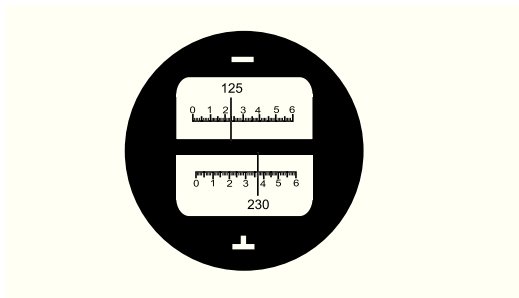

Рис.5
После регулировки освещенности шкал кругов, добейтесь при помощи винта фокусировки отсчетного микроскопа (14) четкого изображения шкал, как показано на Рис.5. Символы **—** и **└** на шкалах указывают на их принадлежность к горизонтальному и вертикальному кругам соответственно. В верхней и нижней части шкал Вы увидите целое число градусов. Шкалы разбиты на 60 делений. Каждое деление соответствует одной угловой минуте. Доли делений оцениваются на глаз с округлением до 1/4. При этом, погрешность отсчитывания 1/4 деления шкалы соответствует 15" угловым секундам. Система отсчетов вертикальных углов начинается от горизонта 90°. Перед снятием отсчета по вертикальному кругу необходимо с помощью регулировочного винта (10) выставить уровень при вертикальном круге (2).